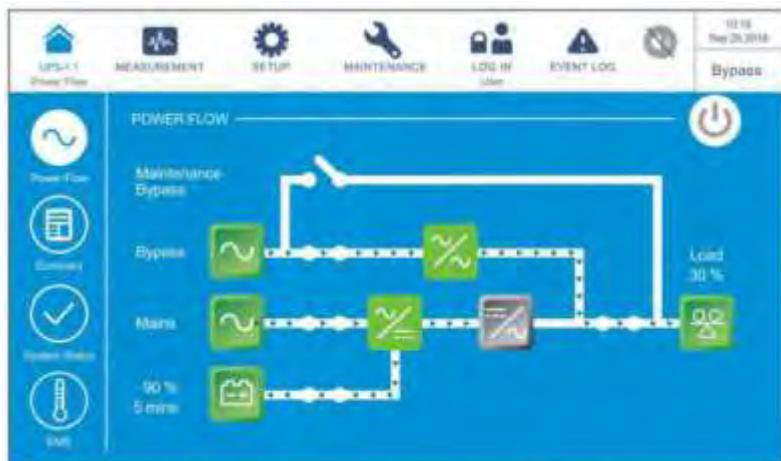

Рисунок 6-54: Экран байпасного режима
- 3 После выбора ‘YES’ ИБП отключит инвертор, прекратит подачу питания с каждого силового модуля и будет осуществлять подачу питания с байпасного источника переменного тока. Если байпасный источник переменного тока работает ненормально, то существует риск прерывания подачи питания, при этом подключенные важные нагрузки не будут защищены. В этот момент силовые модули продолжают заряжать батареи, трехцветный светодиодный индикатор горит желтым, и появляется следующий экран (*Рисунок 6-54*). Расположение трехцветного светодиодного индикатора см. на *Рисунке 2-11*.